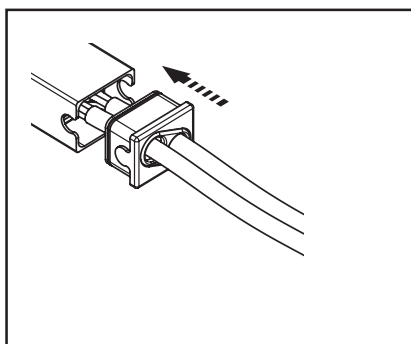

fig.7 Inserción de la placa en el contenedor
8. Deslice la tapa de cierre hasta que el recipiente se cierre completamente (fig. 7).